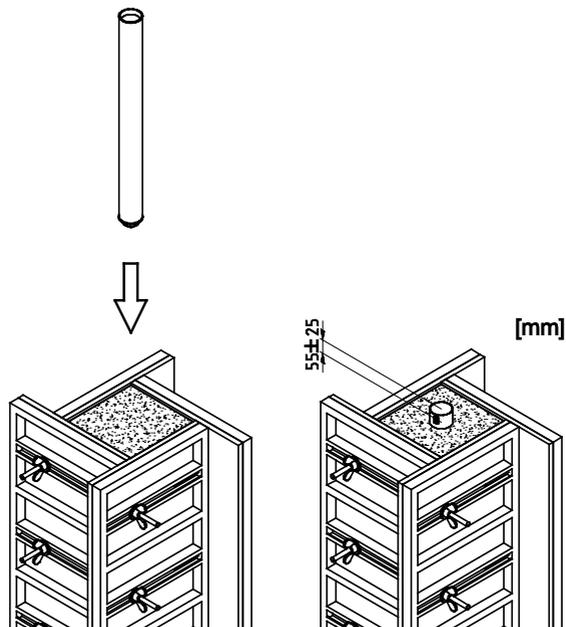

Abbildung 15. Platzieren der Einbetonierhülse in der Betonstütze.
1. Nachdem der Beton in die Stützform gegossen wurde, platzieren Sie eine Einbetonierhülse in der oberen Seite der Stütze, während der Beton noch feucht ist. Die Hülse muss 30-80 mm über die Oberseite der Stütze hinausragen. Siehe Abbildung 15. Die Hülse wird als Aufnahme für den SkyReach Anker verwendet.